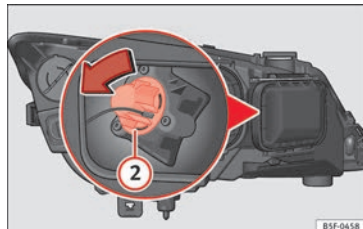

Fig. 209 Lâmpada das luzes indicadoras de mudança de direção.
- Rode o porta-lâmpadas »» **Fig. 209** ② para a esquerda e puxe.